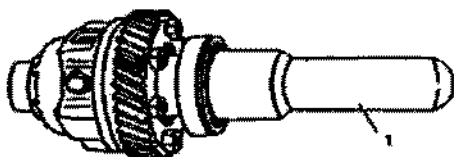

Fig. 3-39. Instalação do rolamento: 1 - ferramenta 67.7853-9658
3. A montagem à pressão dos rolamentos, na caixa das satélites, deverá ser efetuada com o auxílio da ferramenta 67.7853-9558 (fig. 3-39).